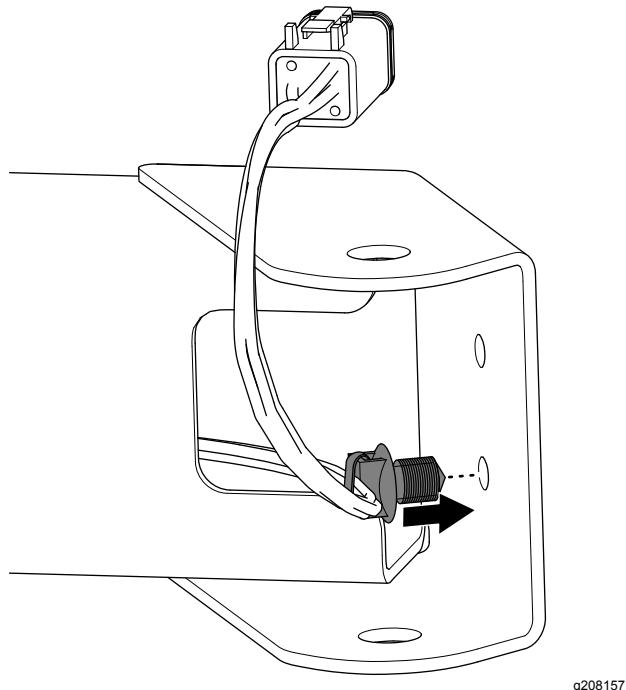

Figura 12
- Introduzca la grapa del arnés de cables en el taladro del extremo del soporte del foco de trabajo, según se muestra en Figura 12.